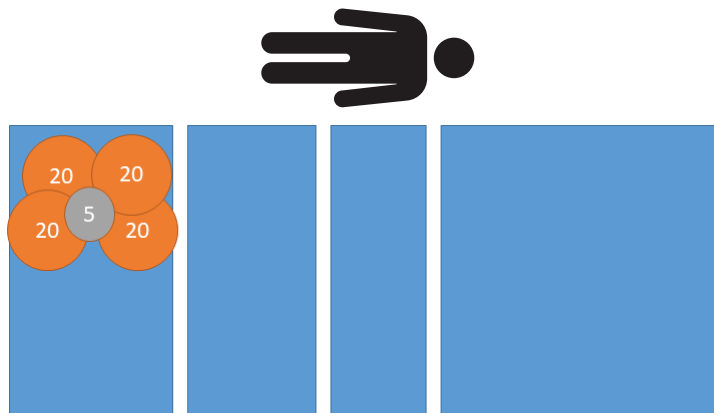

Figura 15 – Prueba de excentricidad - 85 kg en los pies derecha
3. Con ayuda de pesos calibrados, coloque 85 kg en los pies, derecha del producto (Figura 15).